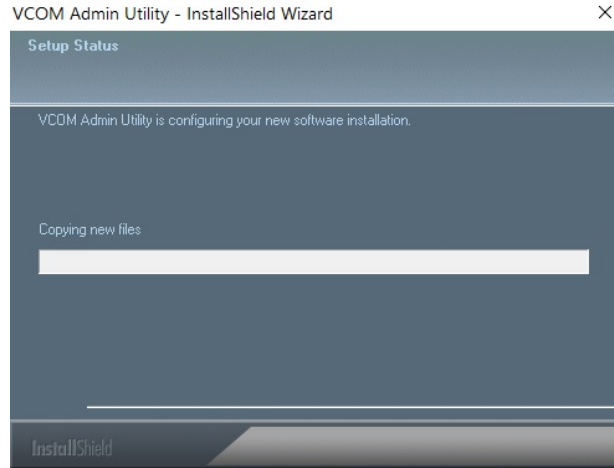

Figura 5-1-3:Proceso de instalación
3. El asistente de configuración mostrará el progreso de la instalación y el estado como se muestra en Figura 5-1-3.